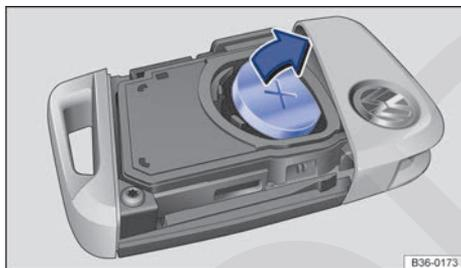

Fig. 35 Llave del vehículo: extraer la pila de botón.
- 3 Pila de botón → fig. 35
- Extraiga la pila de su compartimento haciendo palanca con un objeto fino adecuado → fig. 35.
- Coloque una pila de botón nueva en el compartimento y presiónela en el sentido contrario al de la flecha → fig. 35 → 1.